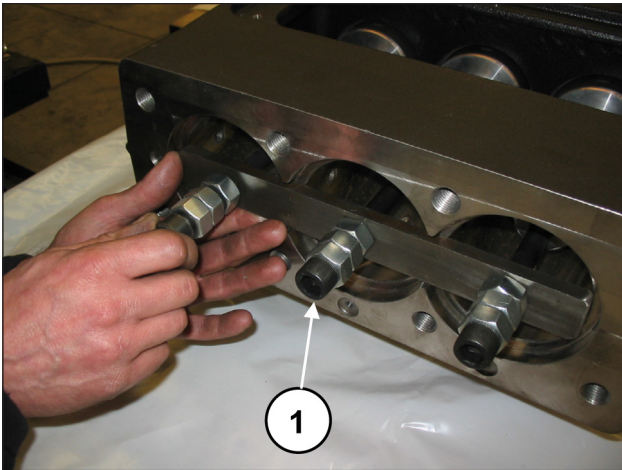
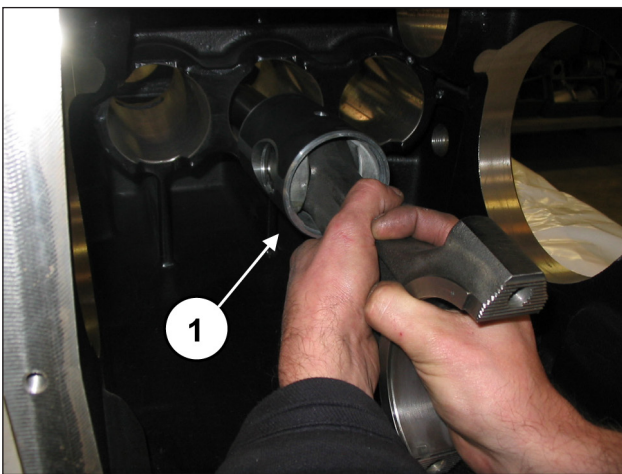

Fig. 40
Fig. 41
Dévisser les vis de l'outil réf. 27566200 pour débloquer les bielles (rep. ①, Fig. 40) puis dégager les ensembles bielle-guide de piston par l'ouverture arrière du carter (rep. ①, Fig. 41).
Après s'être assuré que le carter est propre, insérer l'ensemble demi-bielle/guide de piston dans les tiges du carter (rep. ①, Fig. 41).
Bloquer les trois groupes à l'aide de l'outil réf. 27566200 (rep. ①, Fig. 40).
Déposer l'outil de blocage des bielles réf. 27566200 (rep. ①, Fig. 40) et faire coulisser les bielles en arrière jusqu'à ce qu'elles entrent en contact avec le vilebrequin.